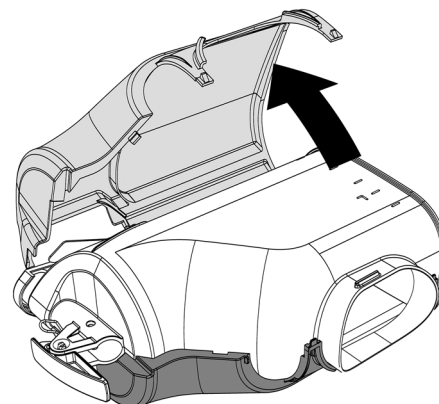
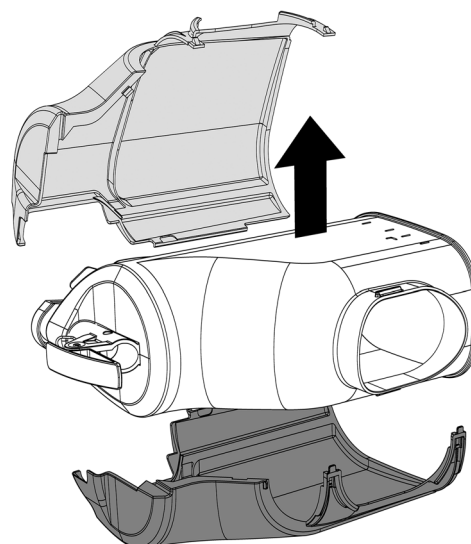

figure 4
figure 5
**2** Retirer la partie gauche du couvercle enveloppant puis la partie droite. (voir figure 4)(voir figure 5).